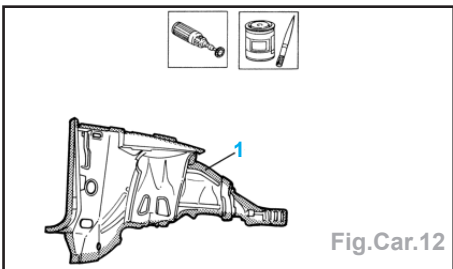

Fig.Car.12
- Effectuer une soudure par points aux endroits indiqués (2).
- Effectuer une soudure de colmatage dans les trous que l'on vient de percer (3).
- Enlever le traitement anti-corrosion sur les zones de soudure (1) et appliquer l'apprêt électro-soudable (Fig.Car.12).